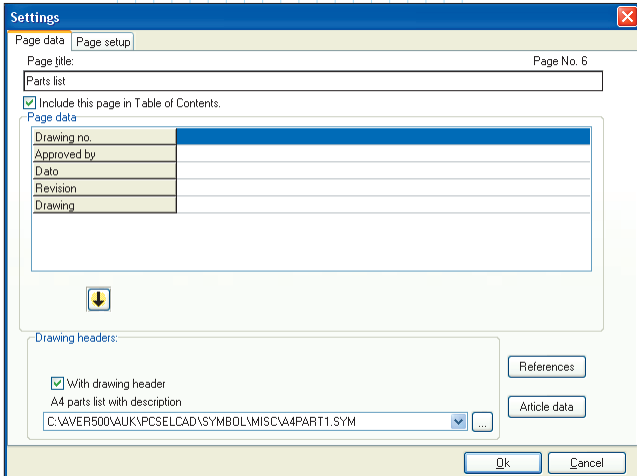

Рис. 38
- 5 В нижней части окошка есть кнопка данных о странице (*Page data*). Нажимаем на неё и попадаем в окно настройки страницы (рис. 38).